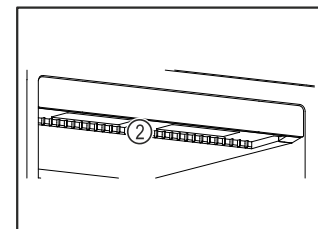

Fig. 11
- ❑ Lüftungsschlitze Fig. 11 (2) des Umluftgebläses im Innenraum freihalten.